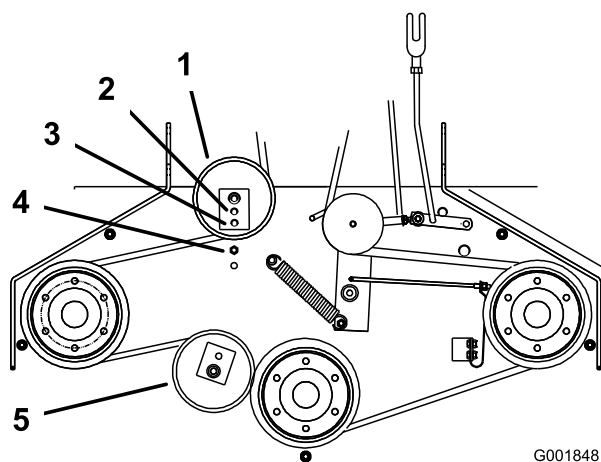

Figure 45
6. S'il n'est plus possible de régler le tendeur et que la courroie est encore détendue, il faut alors repositionner la poulie de tension arrière dans le trou central ou avant (Figure 45). Utilisez le trou qui donnera le réglage correct.
7. Lorsque la poulie de tension est déplacée, le guide de courroie doit l'être aussi. Placez le guide de courroie à la position avant (Figure 45).